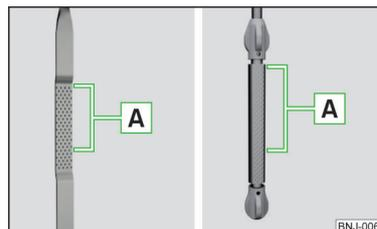

Fig. 147
Jauge d'huile » fig. 147
- Le niveau d'huile ne doit jamais dépasser le niveau  » fig. 147 - risque d'endommagement du moteur et du système d'échappement !